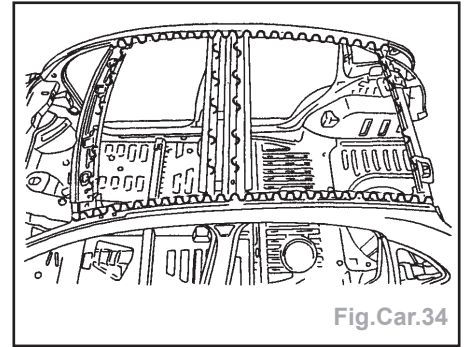

Fig.Car.34
- Appliquer un cordon de calage référence sur les éléments suivant (Fig.Car.34) :